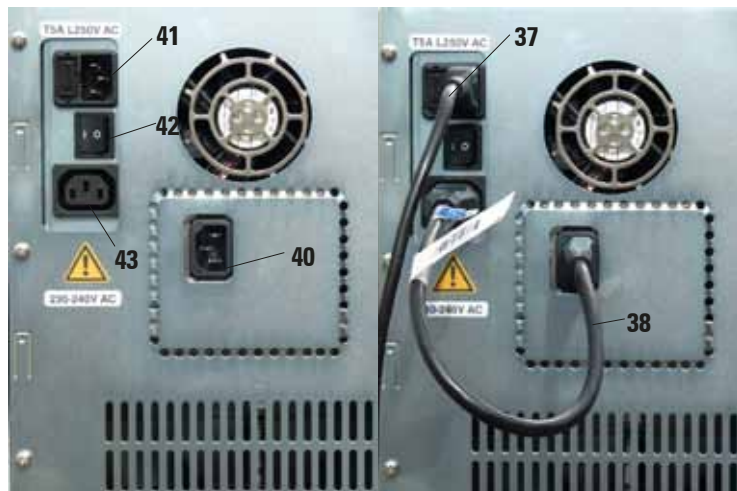

Fig. 4
L'instrument doit être installé de sorte que l'interrupteur principal situé sur le panneau arrière (fig. 4, pos. 42) soit accessible à tout moment.
- Mettre l'interrupteur ON/OFF situé sur la paroi arrière (fig. 4, pos. 42) en position Marche (**ON**).